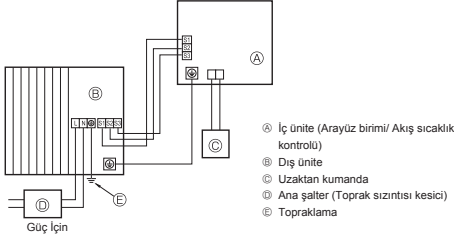
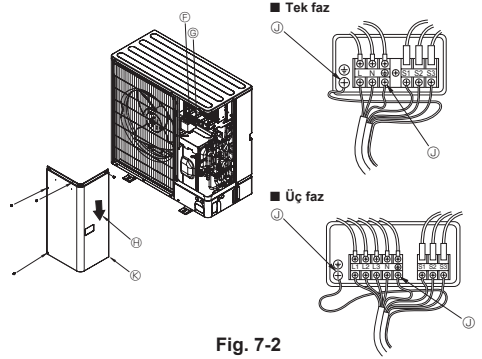

Fig. 7-1
Fig. 7-2
7.1. Dış ünite (Fig. 7-1, Fig. 7-2)
- 2 Fig. 7-1 ve Fig. 7-2'ye bakarak kabloları bağlayın.